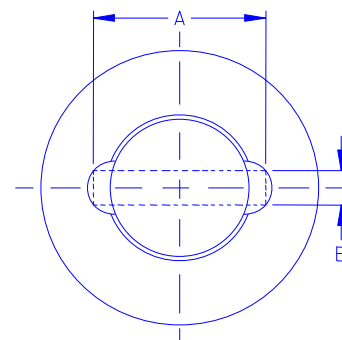

Abb. 3: Abmessungen für Sicherungsring-Ausbauwerkzeug
- **Nur für Standarddurchgang (SP) und vollen Durchgang (FP)** Als nächstes müssen die Ventilkörperbefestigungsmuttern entfernt werden. Sichern Sie das Ventil ausreichend ab, bevor Sie versuchen, die Befestigungsmuttern zu entfernen. Die Befestigungsbolzen müssen nicht entfernt werden.
- **Nur für 1-teilige Konstruktion** Als nächstes muss der Sicherungsring vom Ventilkörper entfernt werden. Sichern Sie das Ventil ausreichend ab, bevor Sie versuchen, den Sicherungsring zu entfernen. In Abbildung 3 finden Sie die Abmessungen zur Fertigung eines Sicherungsring-Ausbauwerkzeuges aus einem flachen Stahlstück.